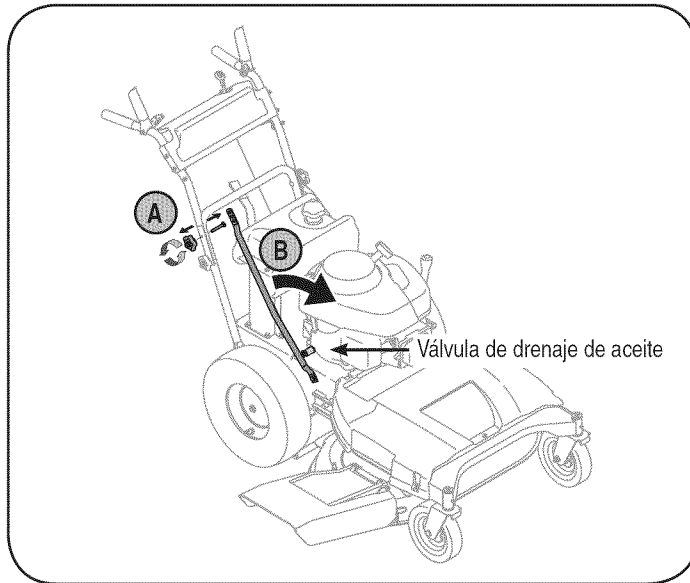

Figura 11
- a. Extraiga la perilla en estrella superior y el tornillo del carro del lado derecho de la manija, Figura 11.
- b. Gire el tirante tubular hacia el frente de la cortadora para tener lugar para conectar la manguera de drenaje de aceite a la válvula de drenaje de aceite, Figura 11.